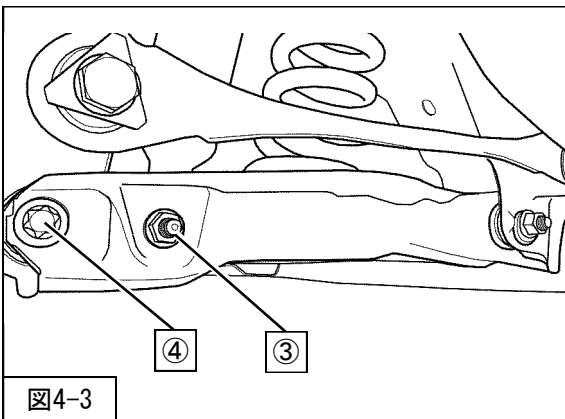

図4-3
- 4. 木片及びジャッキを使用し、リアサスペンションASSYロアアームNo.2を支持し、④リアサスペンションASSYロアアームNo.2取付ボルト・ナットを仮付けしてください。（図4-3）
- 5. スパースー（同梱品）をリアショックアブソーバASSY下側のブッシュ両端に取付け、③リアショックアブソーバASSYロア取付ボルト・ナットを仮付けしてください。（図4-3・4-4・4-5）
- ④リアサスペンションASSYロアアームNo.2取付ボルト・ナット
を締付けてください。（図4-3）